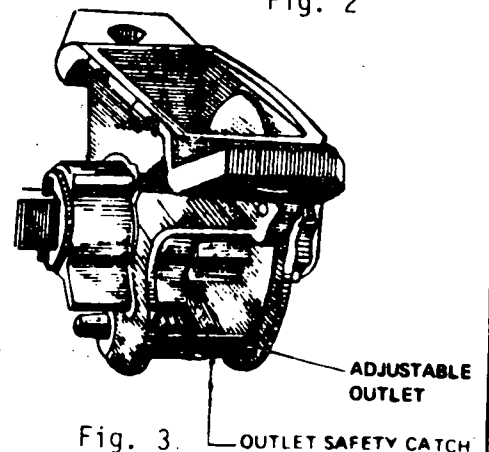

Fig. 3
b) Adjust the outlets (Fig. 3).